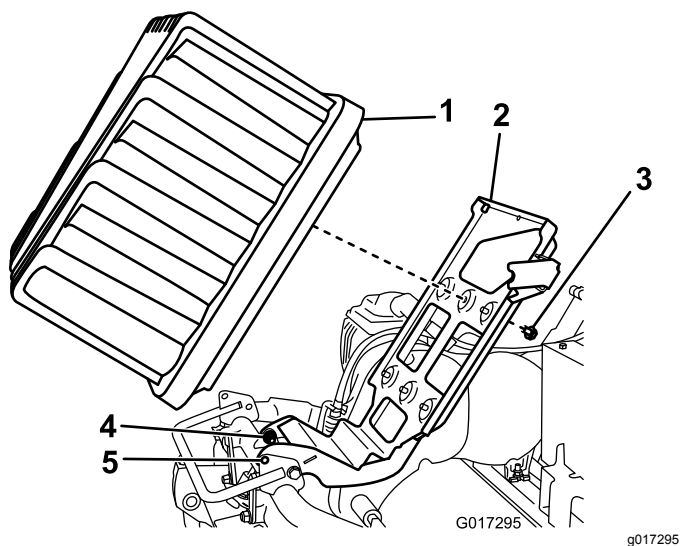

Figura 12
5. Desaperte os 2 parafusos/porcas centrais meia volta cada um (Figura 12).
6. Levante a plataforma da bateria até os orifícios de bloqueio na base e a estrutura fiquem alinhados (Figura 12).